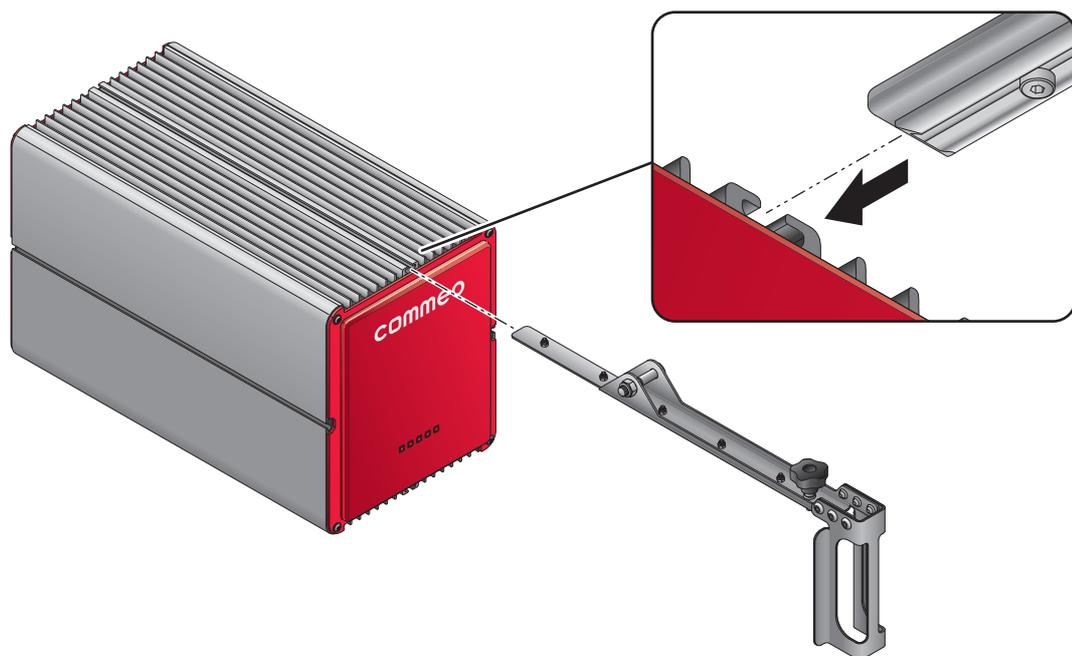

Abb. 9: T-Schiene in die T-Nut eines Energiespeicherblocks für einen 1000 mm-Energiespeicherschrank einführen
- Beim 1000 mm-Energiespeicherschrank müssen die Logos der esbL-Energiespeicherblöcke oben sein (siehe Abb. 9, Seite 18).